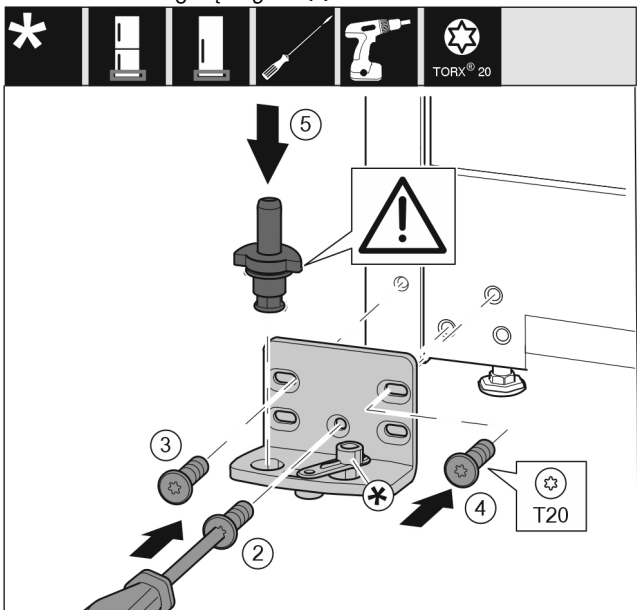

Fig. 14
- ▶ Uždėkite atraminę gembę kitoje pusėje ir prisukite, naudodami atsuktuvą T20. Su varžtu 2 pradėkite apačioje viduryje. Fig. 14 (2)
- ▶ Tvirtai prisukite varžtus 3 ir 4. Fig. 14 (3,4)
- ▶ Įstatykite visą atraminę gembę. Atkreipkite dėmesį į tai, kad fiksavimo kumštėlis būtų nukreiptas į galą. Fig. 14 (5)